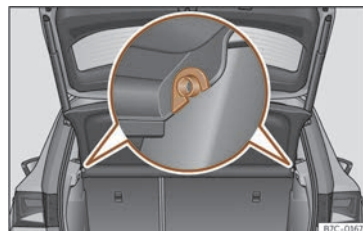

**Fig. 107** Dans le coffre à bagages : dépose et repose de la plaque arrière.
- Dégagez la plage arrière des supports latéraux » » **fig. 107** en la tirant vers le haut puis en la détachant.
- Introduisez la plage arrière horizontalement en faisant coïncider la « forme en U » sur l'axe des supports » » **fig. 107**, et appuyez vers le bas jusqu'à ce qu'elle s'encastre.